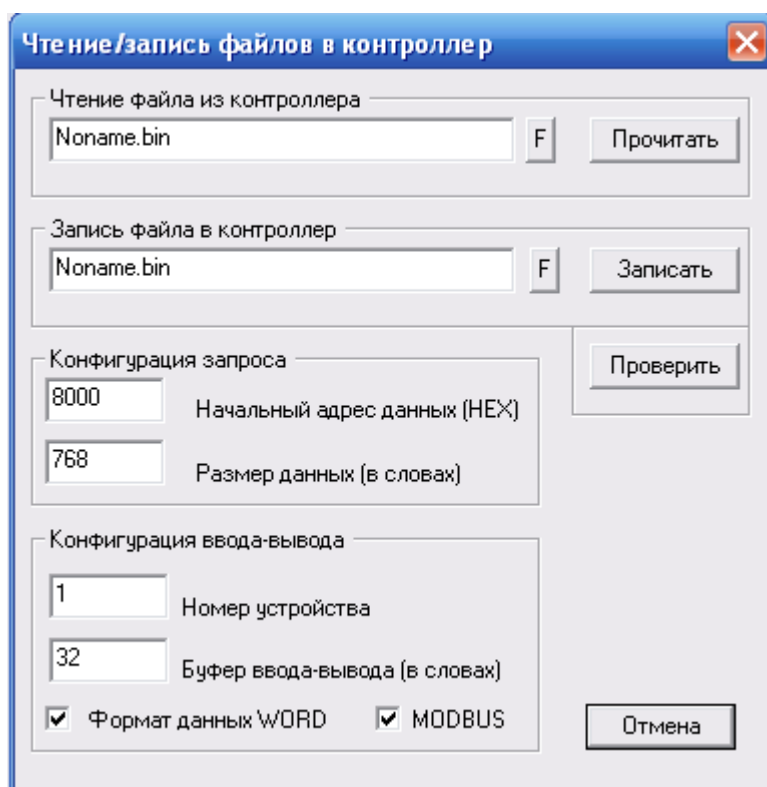

Рисунок 2.4
**2.4.3.2** Далее откроется окно для программирования контроллера, которое выглядит следующим образом (рисунок 2.4).